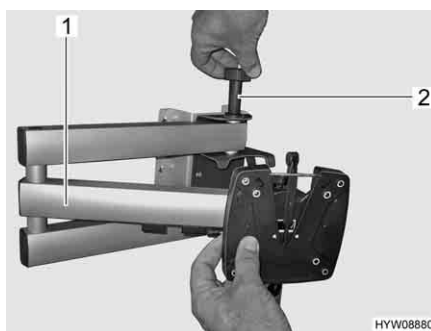
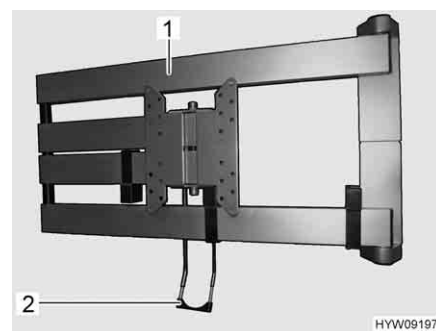

Fig. 63 Braccio snodato (raffigurato senza schermo piatto)
Fig. 64 Braccio snodato (alternativa)
- Tirare il bottone di sbloccaggio (Fig. 63,2) o la staffa di sbloccaggio (Fig. 64,2). Il braccio snodato (Fig. 63,1 o Fig. 64,1) è sbloccato.